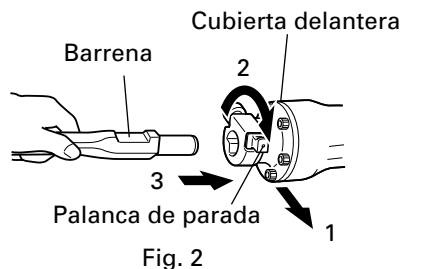

Fig. 2
- (1) Limpie y despues unte el vástago de la herramienta con grasa o aceite para máquinas. (Fig. 2)
- (2) Gire la palanca de parada 180° hacia la derecha tirando de ella hacia usted. A continuación inserte la barrena en el orificio hexagonal de la cubierta delantera. (Fig. 2)